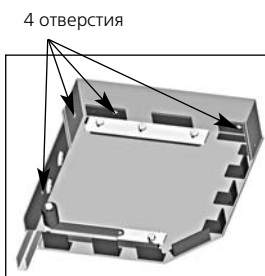

Рис. 2.12.
- при комбинированном монтаже - по два отверстия в задней и верхней частях крышек (рис.2.12);